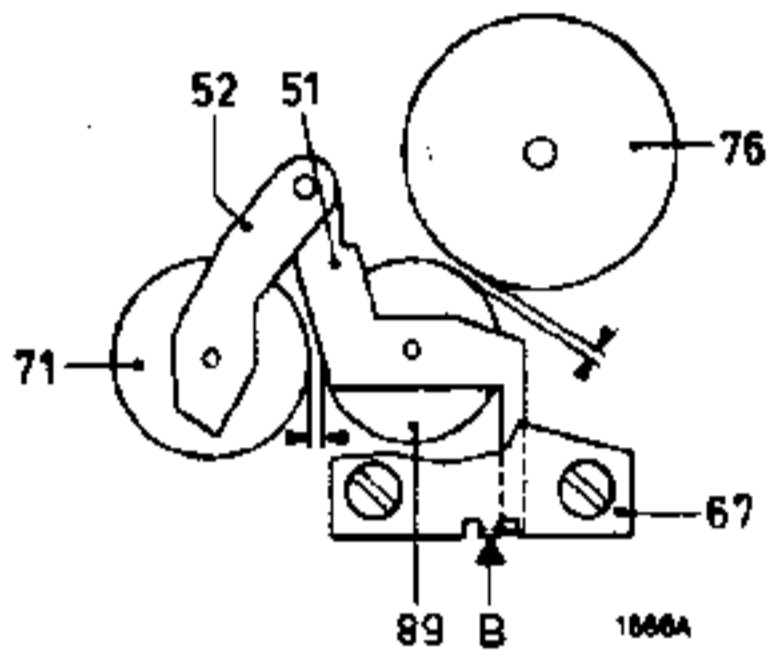

Fig. 15
4. Tussenrolhefboom 51 (zie fig. 15)